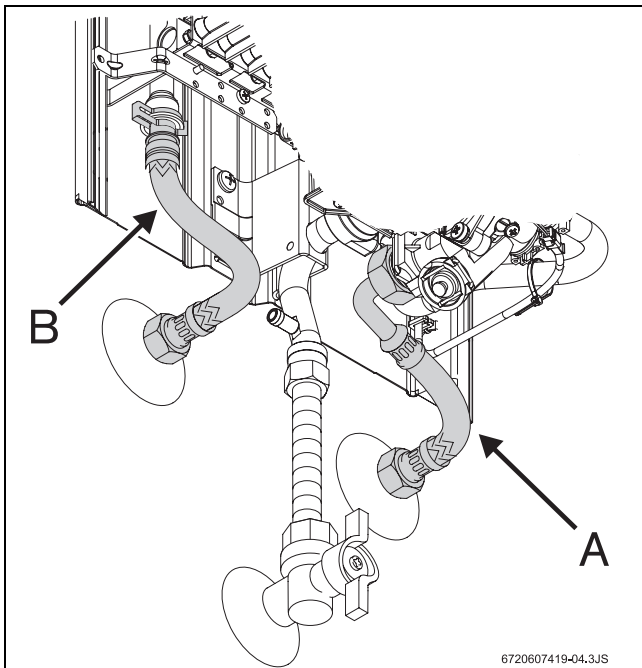

Рис. 13 Підключення до водопроводу
- ▶ Позначте труби холодної (Рис. 13, пункт А) та гарячої води (Рис. 13, пункт В), щоб їх не переплутати.